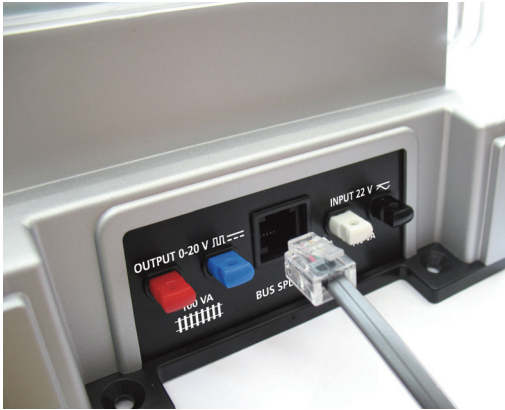

Bild 4 | image 4
1. Klappen sie die hintere Abdeckung nach oben. Drücken sie die Klemmen nach innen, um die Kabel einzufädeln. Verbinden sie das Gleis mittels der roten und blauen Anschlussklemmen. Schließen sie das schwarze und weiße Kabel vom Netzteil an die entsprechenden Klemmen des Boosters an. (Abb. 4)